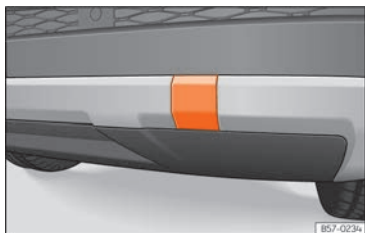

Fig. 103 Du côté droit du pare-chocs arrière : retirer le cache.
Le logement de l'œillet de remorquage à visser se trouve sur la partie droite du pare-chocs arrière, derrière un cache »» fig. 103. Les véhicules équipés en série d'un dispositif d'attelage **ne** disposent pas de logement pour l'œillet de remorquage vissable derrière le cache. Dans ce cas, il est nécessaire d'extraire ou de monter la boule d'attelage et de l'utiliser pour le remorquage »» page 356, »» ❶.
- Appuyez sur la partie supérieure du cache »» fig. 103 afin de le dégager.